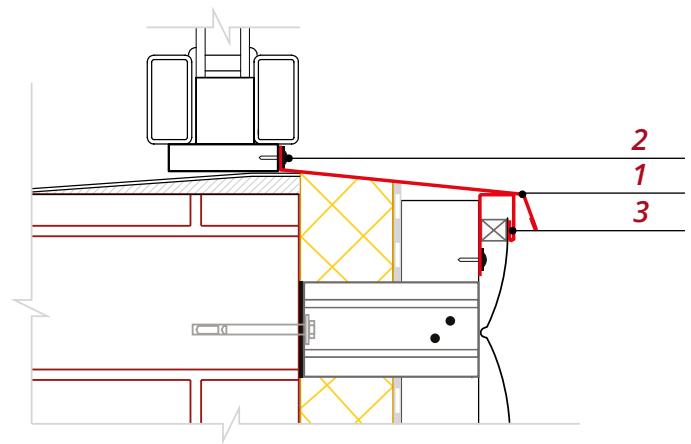

Рис. 20
■ Установите П-образную планку **3** по всей ширине оконного проема, как показано на *рис. 20*.